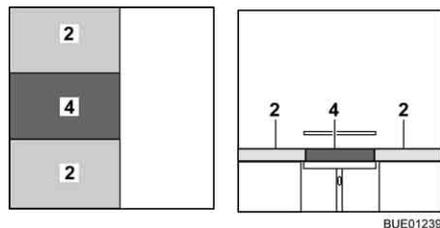

Fig. 124 Después de la transformación
- Colocar el cojín adicional (Fig. 124,4) entre los cojines del asiento (Fig. 124,2).